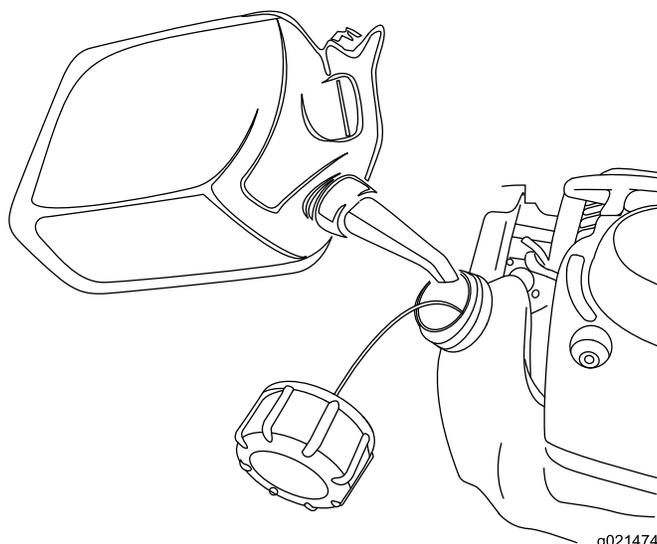

Figura 17
5. Recoja la lata y añada gasolina sin plomo al depósito de combustible, según se muestra en Figura 17.